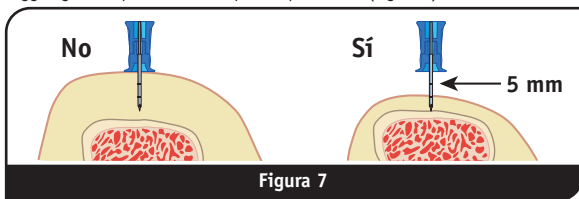

Figura 7
- d. Controllare che siano visibili almeno 5 mm di catetere come indicato dall'indicatore della profondità prossimale. Se sono visibili meno di 5 mm di catetere, è possibile che vi sia una quantità eccessiva di tessuto molle sul sito e che il catetere non sia in grado di raggiungere lo spazio midollare presso questo sito (Figura 7).